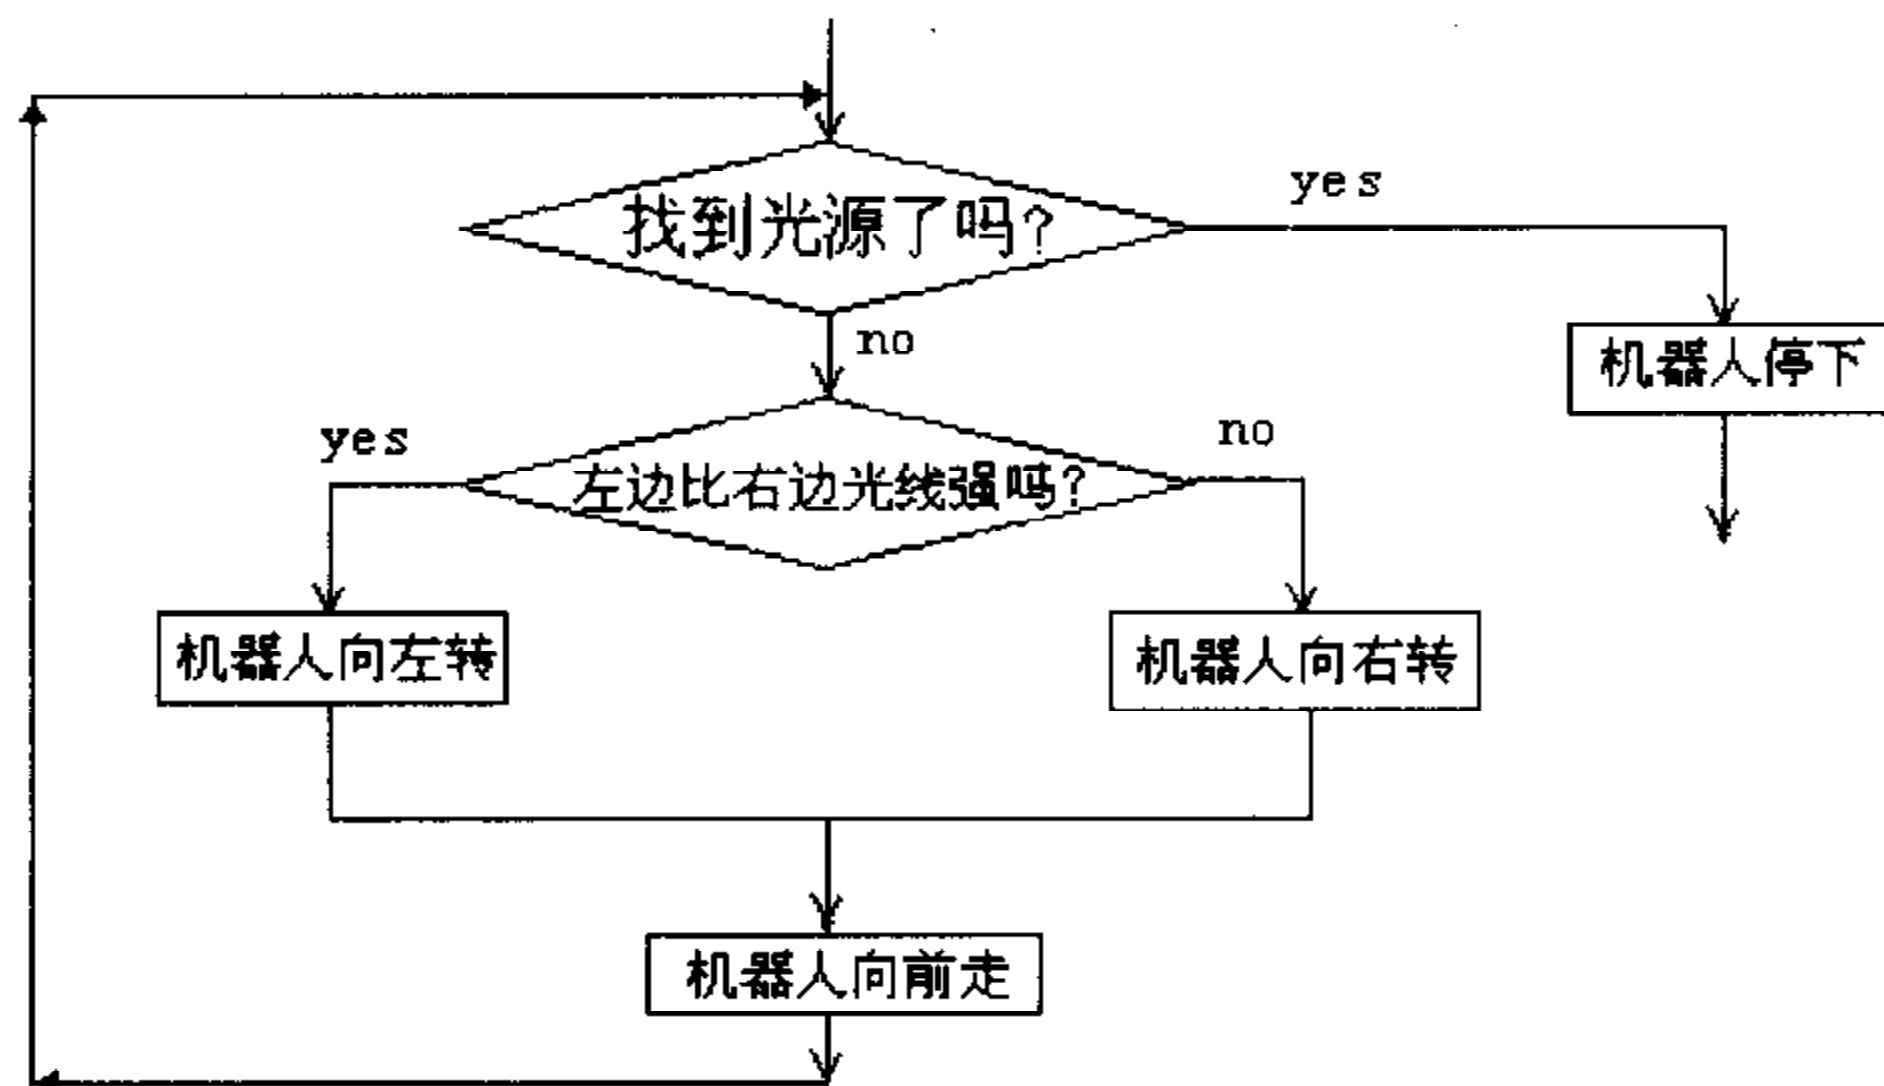

图 3.11 找光源流程图
(3) “找光源”程序的部分流程图，如图 3.11 所示。
(4) 按照任务、要求编写“找光源”的程序。
(5) 调试程序，修正参数使程序的运行趋于合理。